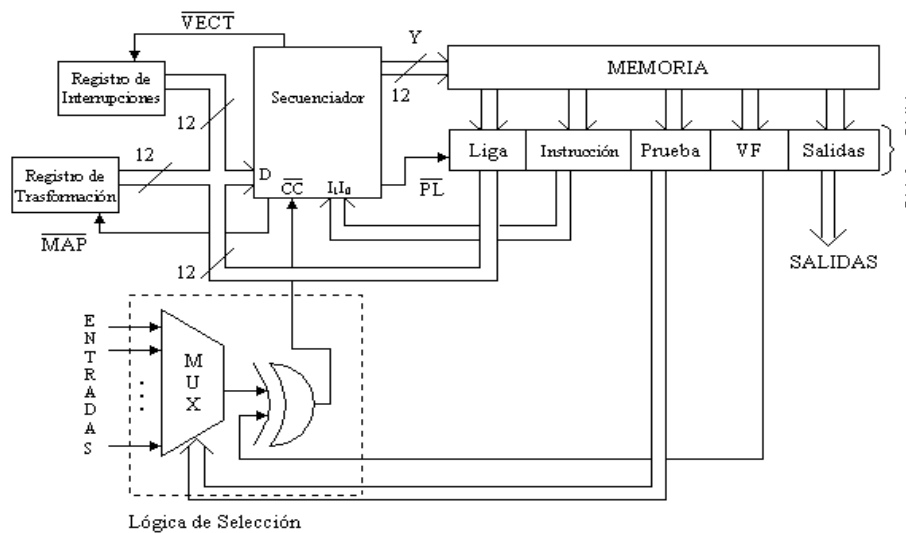
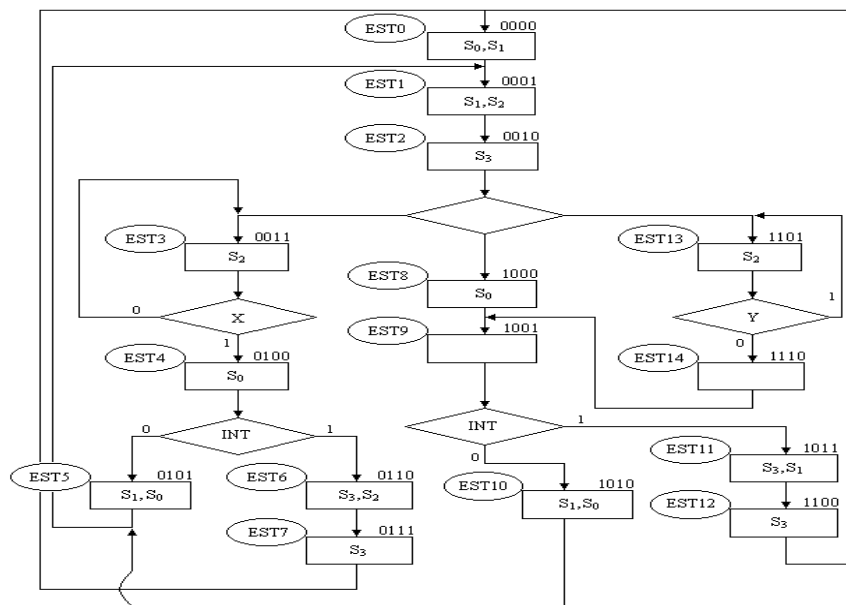

Figura 7. Secuenciador básico conectado con una memoria.
Figura 8. Carta ASM.
2.- La figura 7. muestra el diagrama de bloques de un secuenciador conectado a una memoria.
La tabla 1. muestra el contenido de la memoria para la carta ASM de la figura 8.
Construya el sistema descrito anteriormente en la figura 7 para que ejecute la carta ASM de la figura 8 usando VHDL y componentes estándares. Pruebe el sistema en las tarjetas de desarrollo del laboratorio